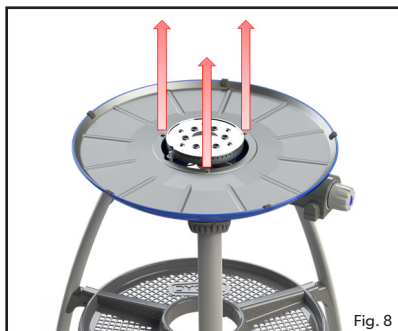
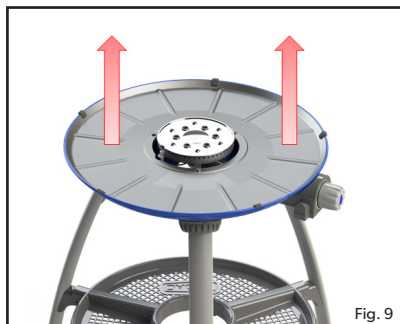

Fig. 8
Fig. 9
- Aby wymienić dyszę: Usunąć trzy śruby z osłony ciepłej (rys. 8). Usunąć osłonę ciepłą (rys. 9), uważając, aby nie uszkodzić elektrody układu zapłonu piezoelektrycznego. Następnie za pomocą odpowiedniego klucza możliwe jest usunięcie dyszy (rys. 10). Nie używać kombinerek, ponieważ mogą one uszkodzić dyszę, przez co nie będzie się ona nadawać do użytku lub jej wyjęcie nie będzie możliwe. Przekręcić nową dyszę do zaworu. Nie dokręcać zbyt mocno, ponieważ może to spowodować uszkodzenie dyszy.